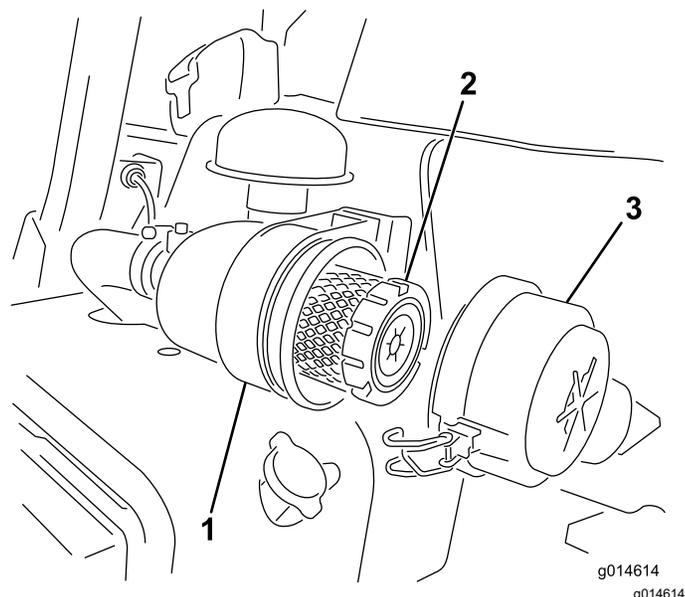

Рисунок 29
1. Отпустите защелки, фиксирующие крышку воздухоочистителя на его корпусе (Рисунок 29).
- Зафиксируйте защелки (Рисунок 29).